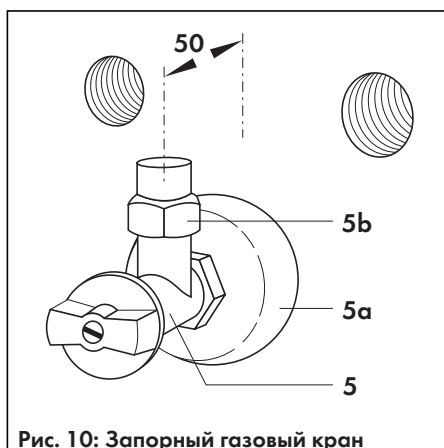

Рис. 10: Запорный газовый кран
- Предварительно навинтите с уплотнением верхнюю часть разъёмного резьбового соединения (5b, рис. 10) на штуцер входного газового патрубка (9, рис. 13) в аппарате. В случае, когда аппарат подсоединяется к газопроводу большого диаметра, соединение с краем большого диаметра выполняется через соответствующий переходник (30), как показано на рис. 13.